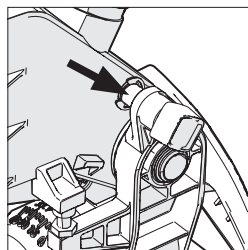

Fig. 16
- Zorg er voor dat het zaaghoofd in de gesloten naar beneden positie is, met de vergrendelpin helemaal vast in de houder. (zie Fig.16)
- Zorg er voor dat het zaaghoofd in de gesloten naar beneden positie is, met de vergrendelpin helemaal vast in de houder. (**Fig. 16**).
- Trek de hoofdvergrendelpin uit (**Fig. 16**) en laat het zaagblad terugkeren naar de bovenste positie.